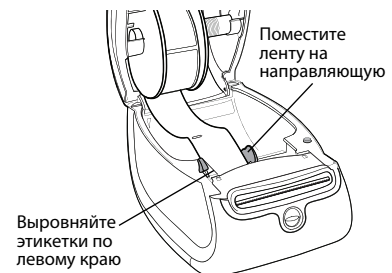

Рисунок 4
- Лента заправляется так, чтобы ее левый край вводился находился с левого края отверстия для подачи этикетки. См. Рисунок 4.
- 7 Выровняйте левую сторону этикетки по левому краю отверстия для подачи этикетки и вставьте первую этикетку в это отверстие. См. Рисунок 4.